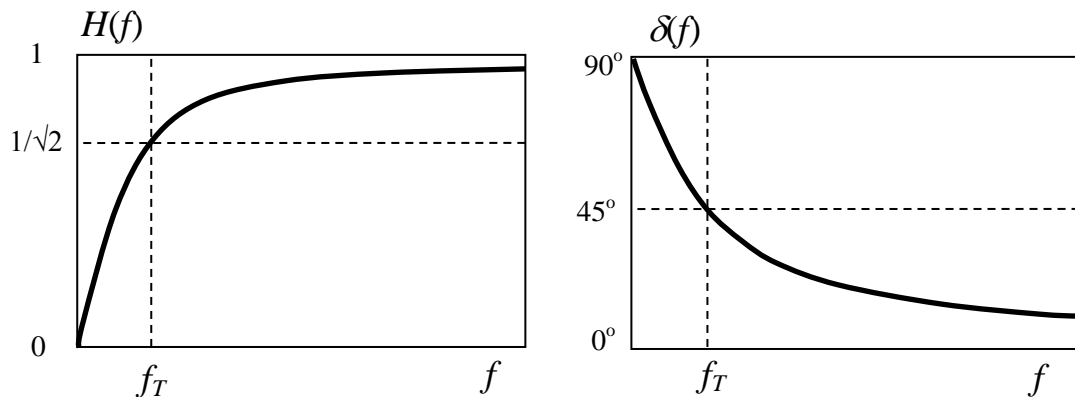

Figura 5
A la figura 5 es representen ambdues quantitats. S'observa que:
- Per **baixes freqüències** tenim que  $X_C \gg R$ . Aplicant les equacions (4) i (5) es compleix que  $H(f) = 0$  i  $\delta(f) = 90^\circ$ . És a dir, el circuit es comporta com si estigués obert, **blocant les baixes freqüències**.
- Quan la freqüència augmenta,  $X_C$  disminueix. Com el circuit és capactiu, la intensitat i la **tensió de sortida, s'avancen respecte la tensió d'entrada**. Per aquest motiu l'angle de fase de la figura 5 pren **valors positius**, però **cada cop més petits**.
- Per **altes freqüències** tenim que  $X_C \ll R$ . Aplicant les equacions (4) i (5) es compleix que  $H(f) = 1$  i  $\delta(f) = 0^\circ$ . És a dir, el circuit es comporta com si només hi hagués la resistència i, per tant, els senyals d'entrada i de sortida estan **en fase** i les seves **amplituds són iguals**.
A més per aquesta freqüència, com  $X_C = R$ , **l'angle de fase és de  $45^\circ$** , com es mostra a la figura 5.